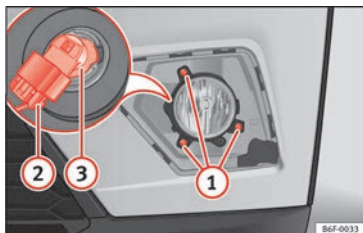

Fig. 114 Faro fendinebbia: smontaggio del supporto lampade
2. Rimuovere le 3 viti » **fig. 114** ① ed estrarre il faro fendinebbia.
3. Estrarre il connettore della lampadina ②.
4. Ruotare il portalamпада ③ verso sinistra e tirare.